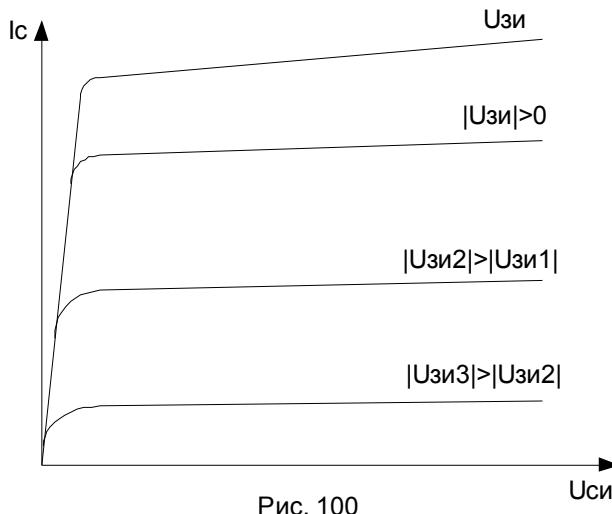

Рис. 100
- Стоковая характеристика – это зависимость I_c от U_{ci} при постоянном напряжении на затворе (смотрите Рис. 100). $I_c = f(U_{ci})$ при $U_{zi} = \text{Const}$